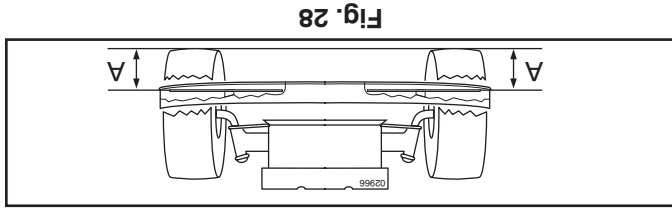

Fig. 28
- AJUSTEMENT LATÉRAL DE PRÉCISION (Voir la Fig. 28)**